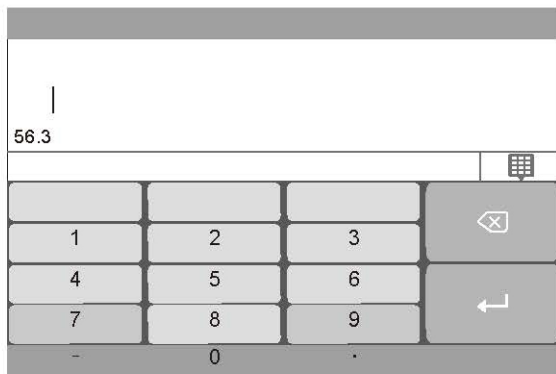

Figura 35: Inserir padrão
Selecione “Input Standard” (Inserir padrão), como mostrado na Figura 35. Se estiver selecionado o modo de um ângulo na interface “Check Basic Record” (Verificar registro básico), só será possível inserir o padrão para um ângulo correspondente. Se estiver selecionado o modo multiangular, será possível inserir os padrões multiangular em sequência. Selecione “OK” (OK) para alterar o nome, conforme mostrado na Figura 23.